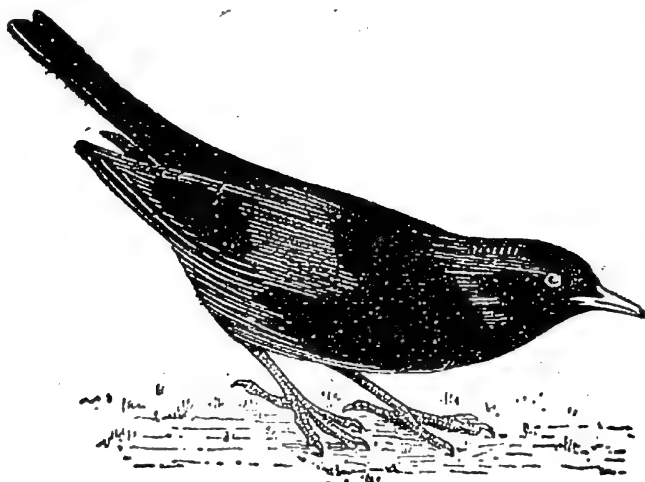
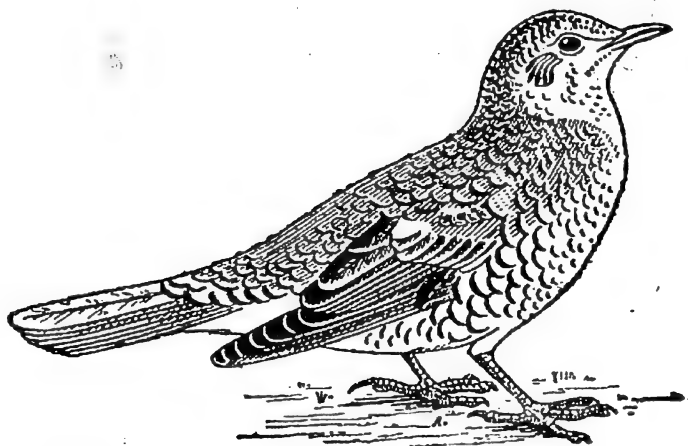

Fig. 2. — Un merle
Fig. 3 — Une grive
**1. Le plumage des oiseaux.** — Vous reconnaissez les oiseaux à ce qu'ils ont des ailes et à ce que leur corps est couvert de plumes. Il est facile de distinguer, d'après la couleur et les taches de leur plumage, la plupart des oiseaux des champs et des bois. Comment confondre le merle (*fig. 2*) tout habillé de noir, avec la grive (*fig. 3*) au plumage gris moucheté de noir, la pie (*fig. 4*) noire et blanche, avec le geai (*fig. 5*) à la tête et aux ailes bleu clair ?